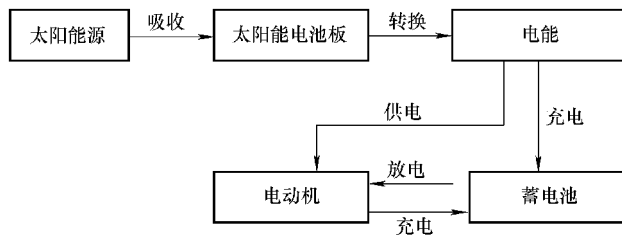

图 2-29 太阳能汽车结构和工作原理
(1) 定义 太阳能汽车(英文 Solar Energy Automobile)是以太阳能作为能源行驶的汽车,具有节能、安全、环保的特点。
(2) 结构和工作原理 太阳能汽车主要由太阳能电池板、储能装置和电动机三大系统组成,其结构和工作原理如图 2-29 所示。光照射在电池板上产生电流,通过峰值功率跟踪仪以及蓄电池的充电控制器输送至蓄电池存储或直接送给电动机工作,然后驱动汽车行驶。